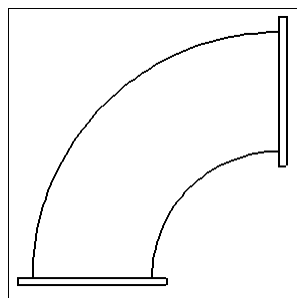

图 9-65 工程图素材
- 01 打开素材文件“第 9 章/9-12 转换视图”，工程视图如图 9-65 所示。